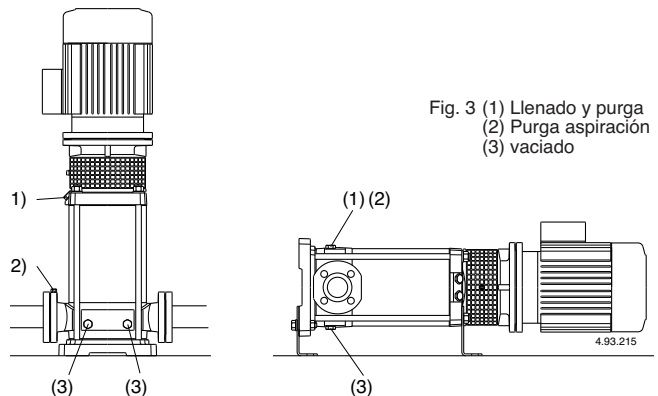

Fig. 3 (1) Llenado y purga
Con la **bomba por encima del nivel de agua** a elevar, (funcionamiento en aspiración, (**Fig. 2A**), o con una carga insuficiente, (inferior a 1 m) para abrir la válvula de retención, llenar el tubo de aspiración y la bomba a través del orificio (1) (**fig. 3**).
Con el **nivel de agua en aspiración por encima de la bomba**, (funcionamiento bajo carga, **fig. 2B**), llenar la bomba abriendo lentamente y completamente la compuerta del tubo de llegada teniendo la compuerta de la impulsión abierta y también los agujeros de purga (1), (2) (**fig. 3**) para hacer salir el aire.
Cerrar los agujeros de purga (1), (2) (**fig. 3**).
Si se verifica una pérdida del cebado, (interrupción en el flujo de impulsión, estando las compuertas abiertas), o si se nota una oscilación de la presión indicada en el manómetro, repetir el purgado del lado aspiración (2) verificar que todas las juntas del tubo de aspiración estén perfectamente herméticas y cerrar el tornillo de cebado (2), y los tornillos de vaciado (3) en el lado de aspiración (fig. 3).
Posiblemente, como el caso de empleos temporales con líquidos sucios, hacer funcionar brevemente la bomba con agua limpia para remover los depósitos. O bien, después del vaciado proseguir con un lavado metiendo agua (al menos 40 litros) en el agujero de llenado (1) lado impulsión y dejándola salir por el agujero de vaciado (3) lado aspiración (fig.3).
Sacar ambos tornillos (14.12), (pos. 3, fig. 3).
Antes del desmontaje cerrar la compuerta de aspiración, y la de impulsión, y vaciar el cuerpo de la bomba (fig. 3).